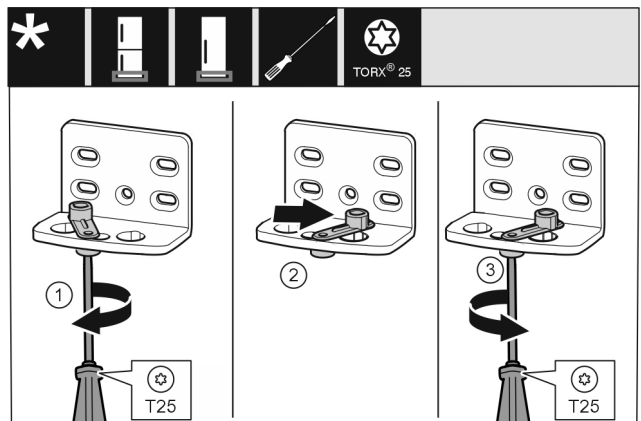

Fig. 10
- ▶ Schraube mit Schraubendreher T25 lose schrauben. Fig. 10 (1)
- ▶ Türschließhilfe anheben und um 90° nach rechts in Bohrung drehen. Fig. 10 (2)
- ▶ Schraube mit Schraubendreher T25 festschrauben. Fig. 10 (3)